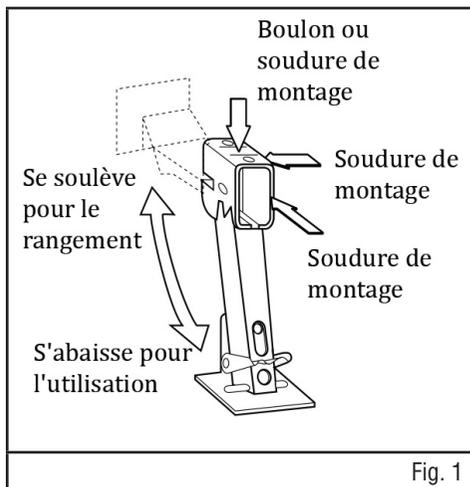

Fig. 1
2. Bolt to the camper or trailer side rails, under the side rails, or to the underside cross members. See figure 1
See figure 1
2. Boulonnez les rails latéraux de la caravane ou de la remorque par en dessous ou sur le dessous des traverses. Voir la figure 1.
Voir la figure 1.